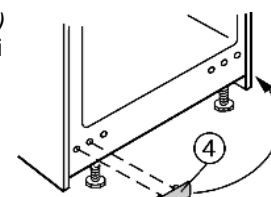

Fig. 4
- ▶ Зняти кришку Fig. 4 (4) і закрити звільнені кріпильні отвори.